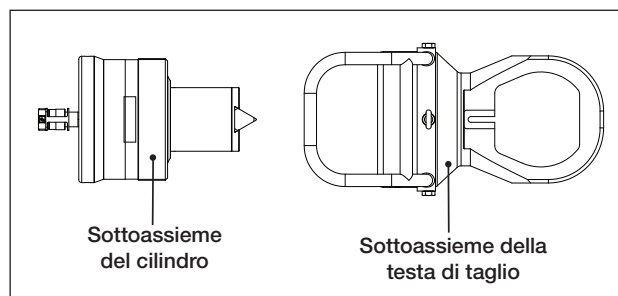

Figura 2, Sottoassiemi dello spaccadadi
- 1) un cilindro idraulico a semplice o a doppio effetto e 2) una testa di taglio corrispondente studiata per una dimensione specifica del dado. La lama di taglio intercambiabile è installata in un porta-lama, montato sull'albero del sotto-assieme del cilindro. Vedere la Figura 2.